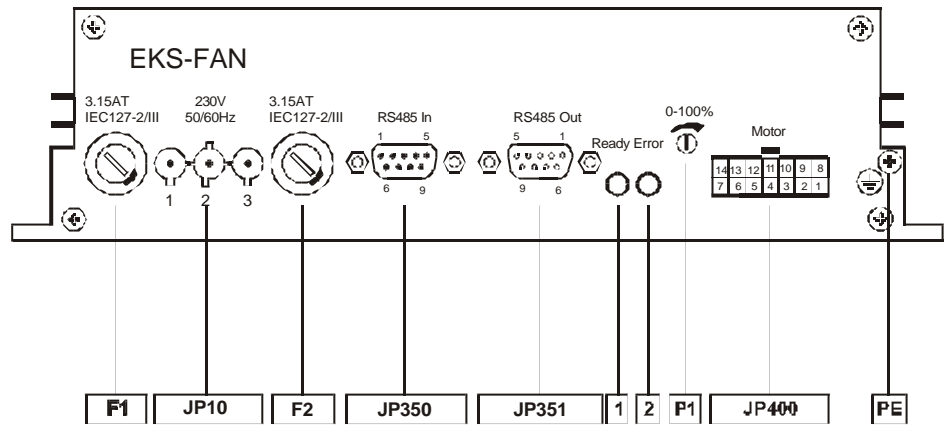

Bild 2
Werkseitig ist der Eingebaute EC- Controller auf die Betriebsart Druckregelung eingestellt. Bei dieser Betriebsart entspricht der Einstellwert von 100% am eingebauten Potentiometer P1 (siehe **Bild 2**) dem Messbereich Endwert des montierten Differenzdrucksensor. Mit P1 am EC- Controller kann der Drucksollwert den Anlagenparametern angepasst werden.
- Die Drucksollwertvorgabe kann nun von 0-100% am internen Potentiometer P1 des EC- Controllers eingestellt werden (siehe **Bild 2**). Bei einem gewünschten Differenzdruck von 100 Pa ist das Potentiometer P1 auf 50% einzustellen.